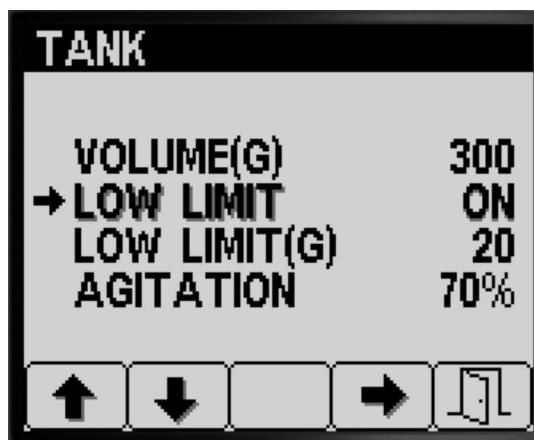

图 13
- 按 1 号或 2 号按钮导航至 LOW LIMIT 下限选项图 13。
- 按 4 号按钮可开启或关闭药缸液量下限指示图标图 13。